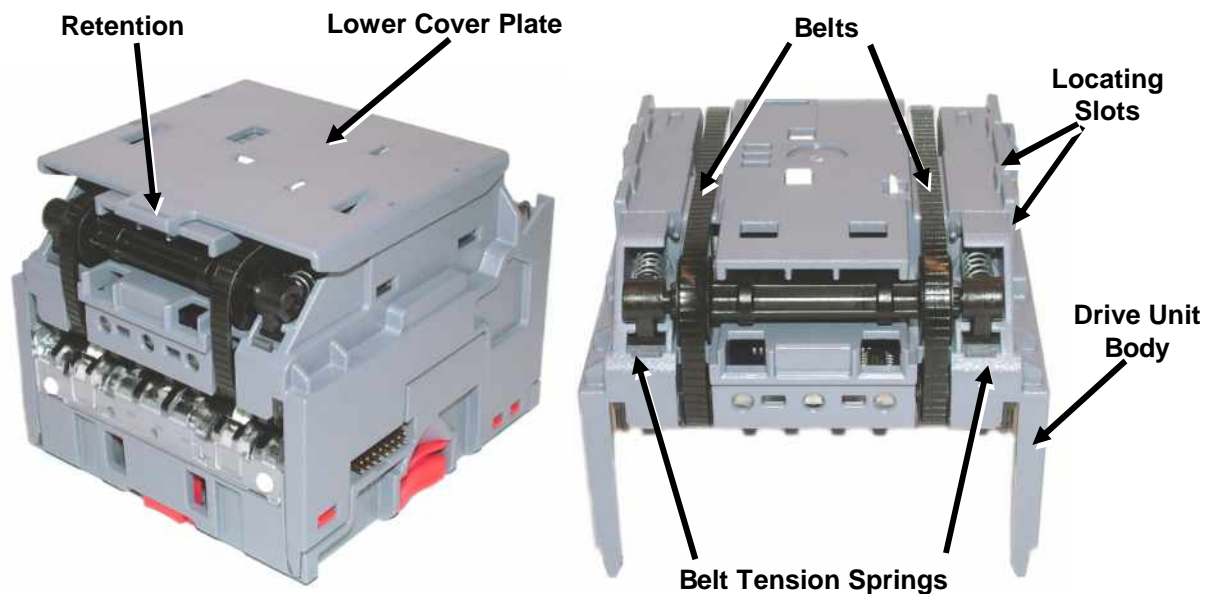

Abbildung 11 - BNV Transportriemen
- Entfernen Sie die „Lower Cover Plate“, indem Sie die Halterung (Abbildung 11 Retention Catch) anheben, und vorsichtig nach hinten schieben.
- Drücken Sie auf die beiden unter Federkraft liegenden Räder (Abbildung 11 Tension Springs), und schieben Sie die Riemen seitlich von den kleinen, danach von den großen Rädern.